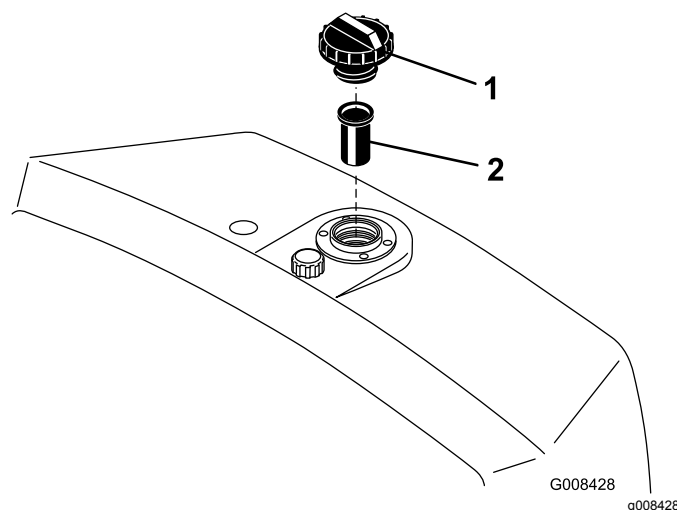

Рисунок 47
2. Снимите крышку с бака и проверьте уровень жидкости. Жидкость должна доходить до низа сетки в шейке заливной горловины (Рисунок 47).